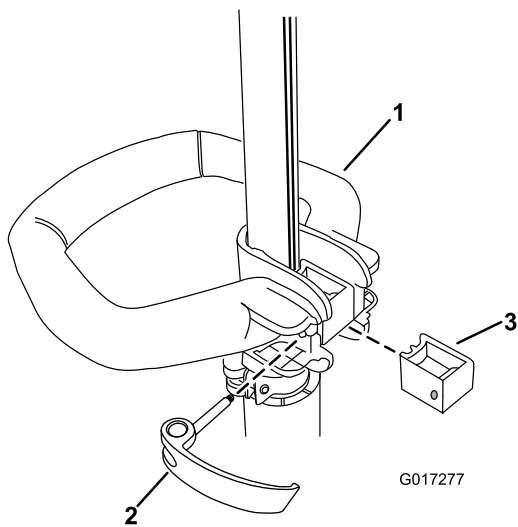

Figure 5
1. Placez la poignée auxiliaire sur l'arbre de la débroussailleuse, la surface lisse tournée vers l'utilisateur (Figure 5).
2. Glissez le renfort dans la poignée auxiliaire jusqu'à ce qu'il soit engagé dans la rainure de l'arbre (Figure 5).
3. Glissez le verrou par la gauche dans la poignée et le renfort comme illustré, puis serrez la vis du verrou à l'aide d'un tournevis à pointe cruciforme (Figure 5).